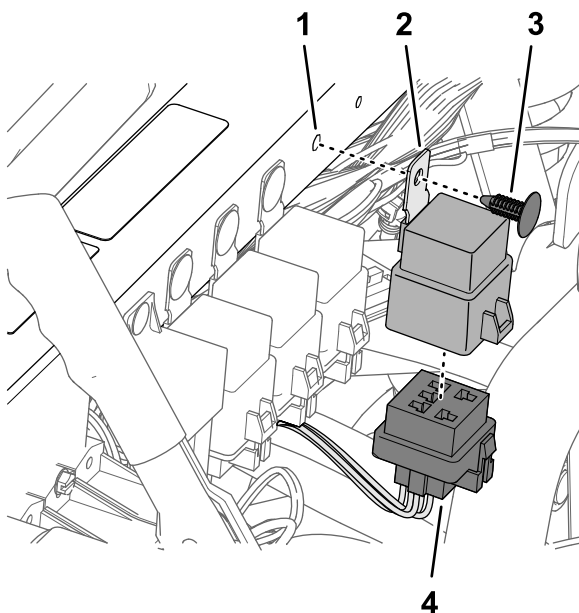

Рисунок 187
1. Подсоедините 5-штыревой разъем реле к 5-гнездовому разъему (Рисунок 187) жгута проводов из комплекта с маркировкой ASC 10 ENABLE RELAY (РЕЛЕ РАЗРЕШЕНИЯ ASC 10).
- Совместите отверстие в монтажном выступе реле с отверстием в опорной трубе амортизатора и прикрепите реле к трубе с помощью вставного держателя (Рисунок 187).